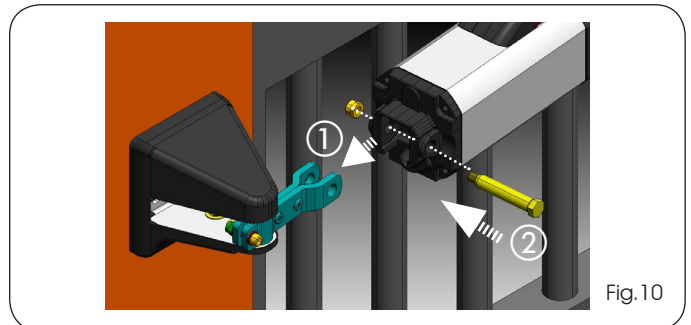

Fig.10
5. Assembler l'opérateur à la bride arrière en utilisant le tourillon et l'écrou fournis (Fig.10 réf. ① - ②).